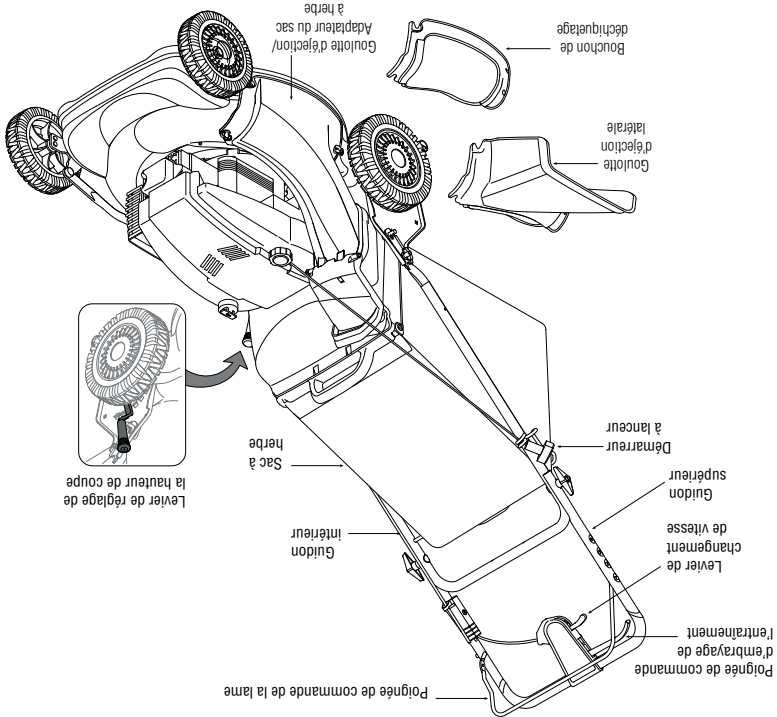

Figure 9
- Le levier de changement de vitesse se trouve sur le boîtier de la commande d'embrayage de l'entraînement, sur le guidon supérieur. Voir la Figure 9. Il sert à choisir la vitesse de déplacement de la tondeuse. Lâchez la commande d'embrayage de l'entraînement pour changer de vitesse.
- Pour enclencher l'entraînement, pressez la poignée de commande de l'embrayage vers la poignée de commande de la lame. Voir la Figure 9. Lâchez
La hauteur de coupe des roues avant est déterminée par le réglage à l'une des six positions de chaque roue pivotante. Voir la Figure 9.
La poignée de commande de la lame se trouve sur le guidon supérieur de la tondeuse. Voir la Figure 9. Il faut serrer cette poignée contre le guidon pour que la tondeuse fonctionne. Le fait de lâcher la poignée arrête le moteur et la lame.
Il se trouve sur le boîtier de la commande d'embrayage de l'entraînement, sur le guidon supérieur. Voir la Figure 9. Il sert à choisir la vitesse de déplacement de la tondeuse. Lâchez la commande d'embrayage de l'entraînement pour changer de vitesse.
7. La manette de réglage détermine la hauteur de coupe de la tondeuse. La manette de réglage se trouve au-dessus de la roue arrière gauche. Tirez sur la manette et écartez-la de la tondeuse pour régler la hauteur de coupe. Déplacez-la vers l'avant ou vers l'arrière à la hauteur voulue. Voir la Figure 9.